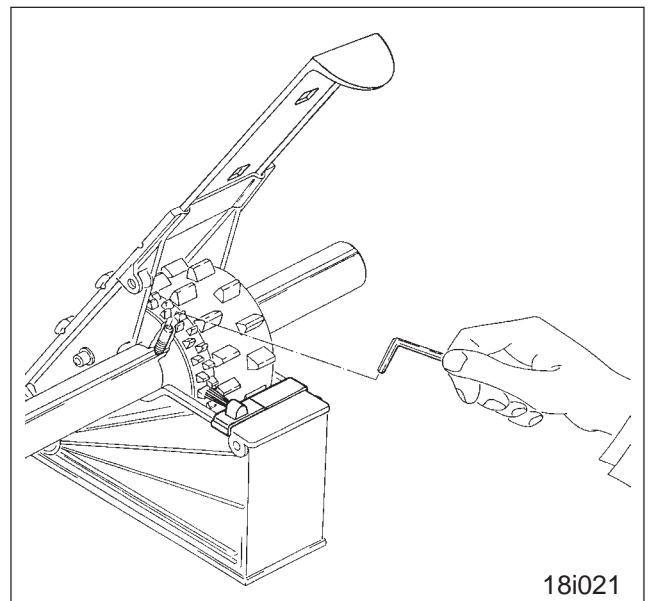

Fig. 18.26
- Die von der Säwelle angetriebenen Säräder (Fig. 18.26) sind mit Gewindestiften, die in den Feinsäradern stecken, auf der Säwelle befestigt. Gewindestifte der neuen Fahrgassensäräder soweit lösen (siehe Fig. 18.26), bis sich die neuen Fahrgassensäräder frei auf der Säwelle drehen lassen.